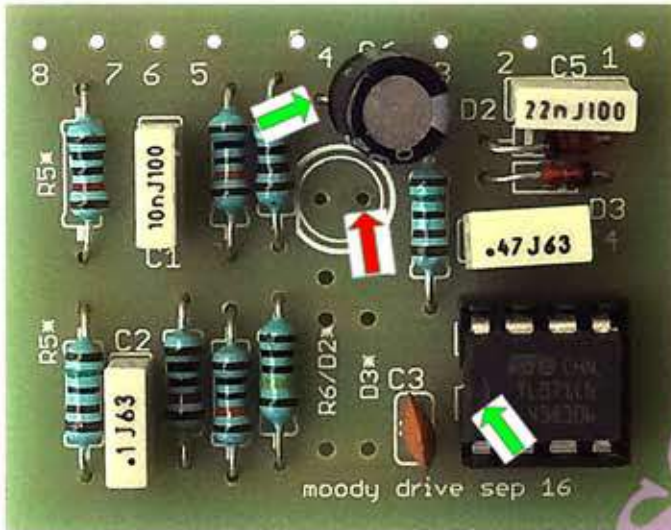
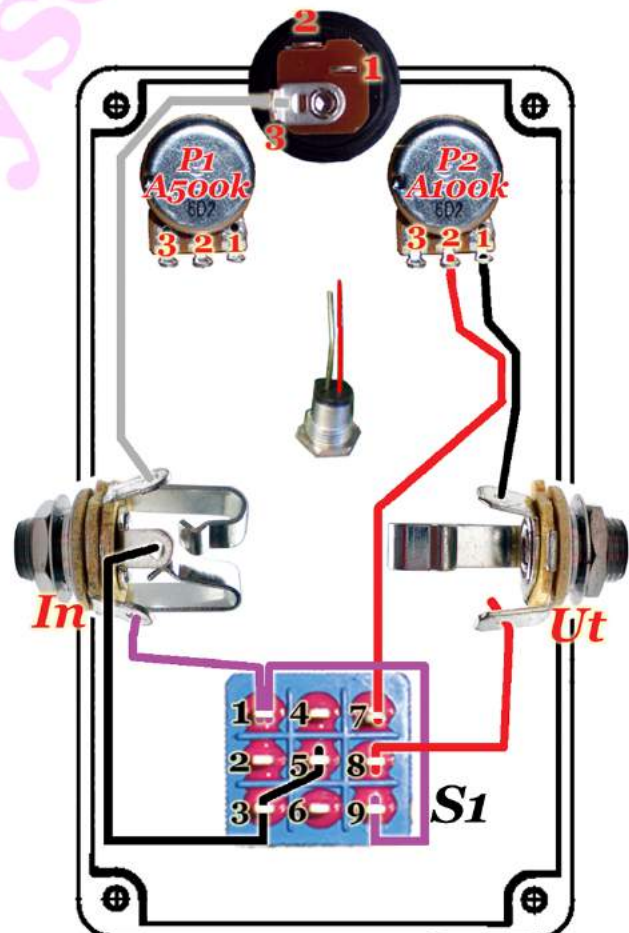
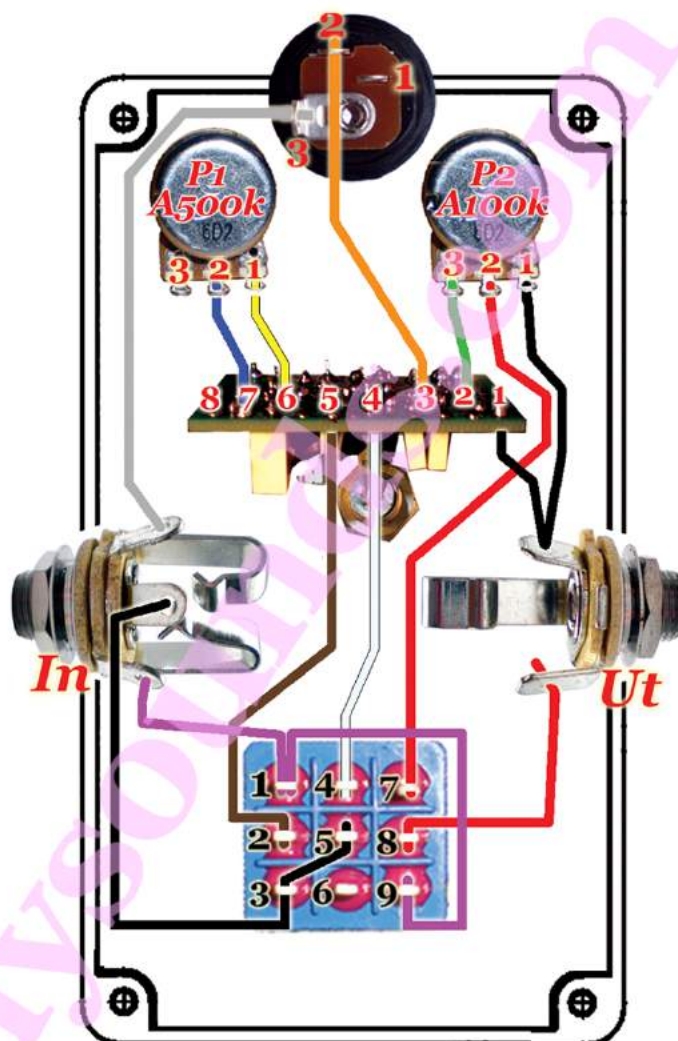

Bild 1. Komponenternas placering på kretskortet.
Bild 2. S1's stift är parallella med lådans kortsidor.
Bild 3. Inuti en Moody Drive.
1. Montera och löd fast de åtta **Resistorerna** R1 till R8 enligt bild 1. Se till så att lödtennet flyter ut runt komponentbenen. Lödtenn får inte rinna över från ett hål till ett annat såvida de inte är förbundna med en strömbana på kortet. **Det spelar ingen roll åt vilket håll resistorerna vänds!** R6/D2 lämnas tom i standardutförandet. Hålen inom konturerna på R5 och R6 används heller inte.
3. Montera och löd fast **Kondensatorerna** C1 till C6. C6 är en elektrolytkondensator. Dess ena ben är längre än det andra. Det längsta benet ska fästas i hålet som är märkt med plustecken på kortet (visas med en grön pil i bild 1).
4. Löd fast **IC-sockeln** på kortet. Den ska vändas åt ett visst håll. En halvcirkel är utskuren på dess ena kortsida och denna visas också på kortet, samt med en grön pil i bild 1. Halvcirkeln på IC-sockeln ska sammanfalla med halvcirkeln på kortet.
5. Tryck ned **OP-förstärkaren** i IC-sockeln. **Den måste vara vänd så som trycket på kortet visar.** Ibland anges aktuell sida med en prick, som i bild 1, ibland med en halvcirkel.
**Fotomkopplaren S1** har 9 stift. Vi numrerar dem 1 till 9. **För att omkopplingen ska bli rätt ska S1 monteras i boxen med stiften parallella med lådans kortsidor**, se bild 2 och bild 3. Det är ok att rotera den 180 grader med avseende på denna riktning (men inte 90 grader).
**De första sladdarna (som inte leder med kortet) ansluts enligt bild 2**
**14.** **Lysdioden D1** kommer att hålla kortet på plats i lådan. Skruva fast dess sockel och tryck i D1, tillsammans med den isolerande plastbiten, i den. **Vrid D1 så att dess längsta ben är vänt åt höger, jämför med bild 2!**
15. Vi eftersträvar att få kortet på högkant i lådan. Sikta in toppen av D1's ben i hålen märkta D1 på kortet och löd fast dem på andra sidan. I steg 14 ordnade vi så att D1 vändes åt rätt håll. Kontrollera igen så att D1's längsta ben hamnar närmast "sidan av cirkeln som inte är kapad". Det längsta benets anslutnings visas med en röd pil i bild 1. Längsta benet är rött i bild 2.
### Sladdar ansluts till kortet enligt bild 3
Vissa OD's har klippdioderna mellan OP'n utgång och minusgång istället för mellan utgång och jord. Se bild 1. Fyra tomma hål "R6/D2", "D3\*", är avsedda för denna modifiering. Ta bort dioderna från kortet och löd fast dem där istället. De ska precis som tidigare vara riktade åt motsatt håll. Nytt sound eller exakt samma?